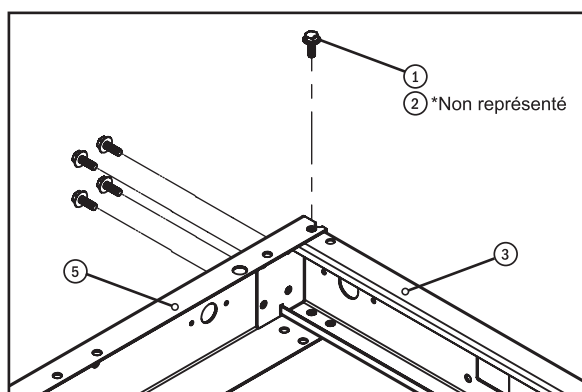

Fig. 2
Étape 5 : Boulonnez un coin. À l'aide de cinq boulons M10 x 30 mm (n° 1) et écrous M10 (n° 2), boulonnez la courte poutre de rail (n° 5) et la poutre transversale d'extrémité (n° 3) ensemble pour former le prochain coin du châssis (fig. 2). Ne serrez pas les boulons.